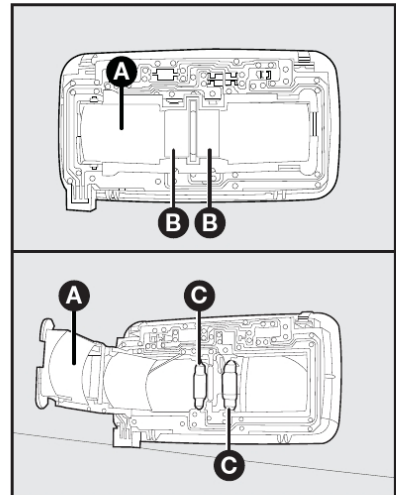

fig. 38
3) Forçar para cima, utilizando uma ferramenta, a tampa **A-fig. 38** interna, para acesso às lâmpadas;
4) Puxar para cima a tampa **A-fig. 38**, pegando nas abas centrais **B**.
5) Retirar a lâmpada queimada **C-fig. 38** e substituí-la;